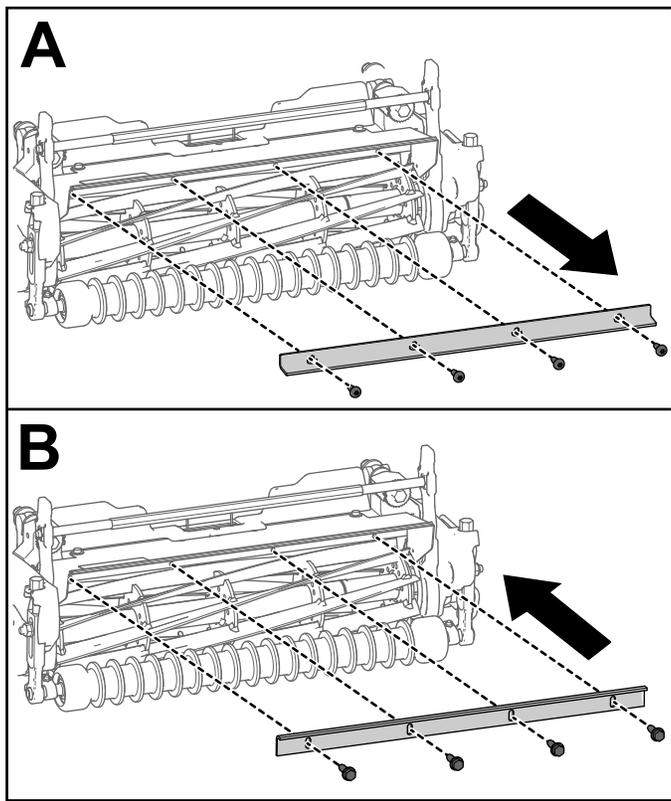

Figura 7
- Si la unidad de corte Modelo 04657 se utiliza en cualquier otra unidad de tracción Greensmaster 3300 o 3400, retire la barra deflectora y cámbiela por la barra de recortes (Pieza N.º 115-3303-03) y 4 pernos (Pieza N.º 131-6150), como se muestra en la Figura 7.